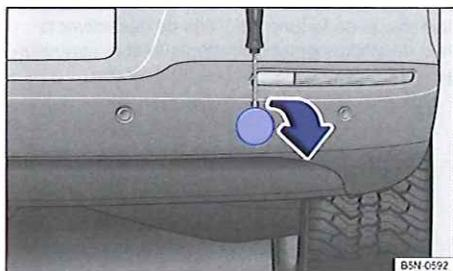

Fig. 247 Dans le pare-chocs arrière droit : cache du logement de l'œillet de remorquage.
Le logement prévu pour l'œillet de remorquage à visser se trouve dans le pare-chocs arrière côté droit, derrière un cache ⇒ fig. 247. Sur les *véhicules avec dispositif d'attelage de première monte*, aucun logement n'est prévu derrière le cache pour l'œillet de remorquage à visser. La boule d'attelage doit être basculée et utilisée pour le remorquage ⇒ page 160, ⇒ ①.